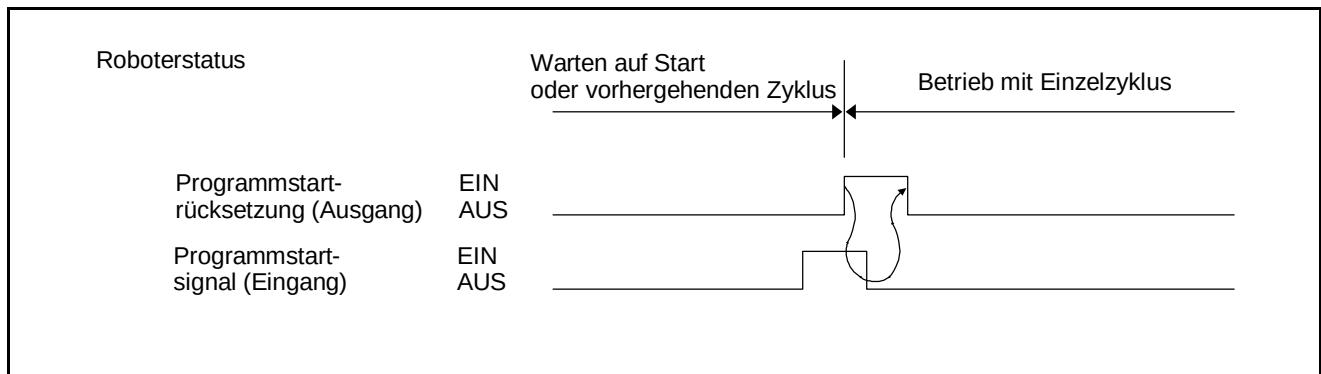

Abbildung 5-43 Beispiel zum Zeitverhalten des Signals Programmstart (fällt ab) - 1
② Beispiel zum Zeitverhalten des Signals "Programmstart" AUS (fällt ab)
- a) Abbildung 5-43 zeigt, wie das Abfallen des Signals "Programmstart" mit dem Robotersystemausgang initiiert wird (Ausgang Programmstart rücksetzen).